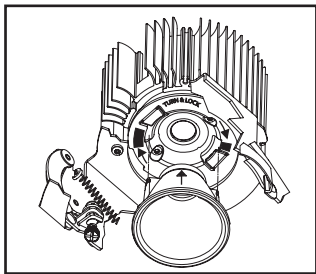
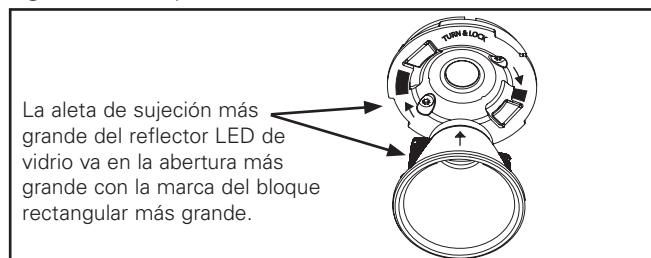

Figura 13. Posicionar el reflector
Figura 16. Vista en detalle
2. Posicione el reflector LED, de modo que la aleta de sujeción más grande se alinee con la abertura más grande del anillo de retención del reflector. La abertura más amplia viene marcada con un bloque rectangular sólido (Figura 13. y Figura 16.).